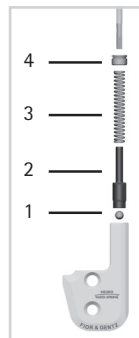

Fig. 6
- 1 Assemblez l'ensemble fonctionnel. Respecter la séquence correcte : bille (1), boulon (2), ressort de pression (3) (Fig. 6).
- 2 Serrez fermement la vis de pression (4). Ainsi, l'ensemble fonctionnel est fixé dans le canal du ressort de la plaque supérieure.